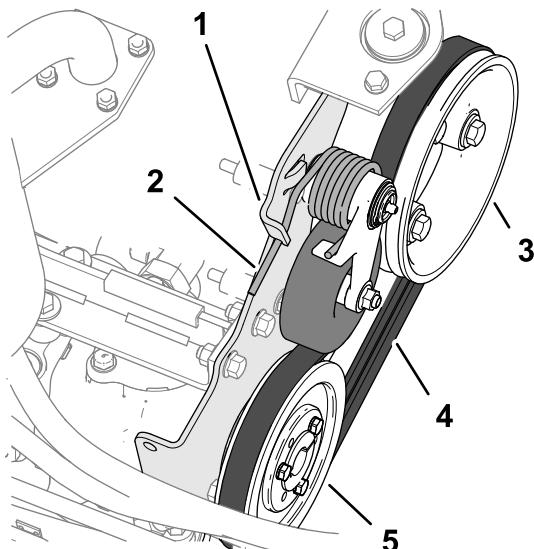

Figura 88
- Spingete l'estremità della molla tendicinghia verso il basso e fuori dall'ugello nella linguetta di montaggio della pompa, e spostate l'estremità della molla in avanti (Figura 88).